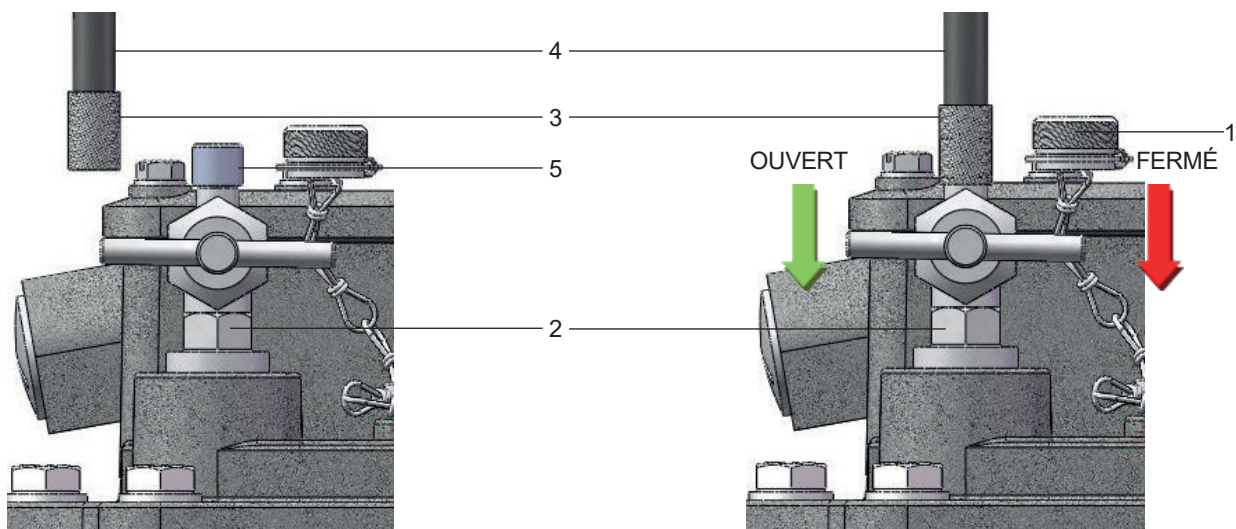

Fig. 9 – Essai au moyen d'une pompe d'essai
- Dévisser le petit écrou borgne (Fig. 9/ n° 1) de la vanne de purge d'air (Fig. 9/ n° 2)
- Visser l'adaptateur (Fig. 9/ n° 3) du flexible de liaison de la pompe d'essai (Fig. 9/ n° 4) sur le raccord de la vanne (Fig. 9/ n° 5)